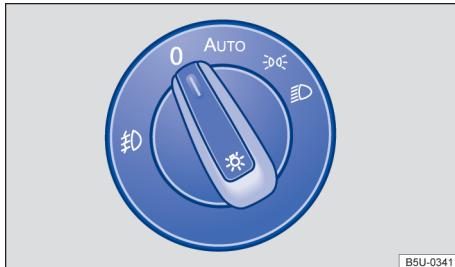

Fig. 63 No painel: interruptor das luzes.
Girar o interruptor das luzes → Fig. 63 para a posição desejada:
- Ligar o farol de neblina : o interruptor das luzes → Fig. 63 deve estar na posição ou